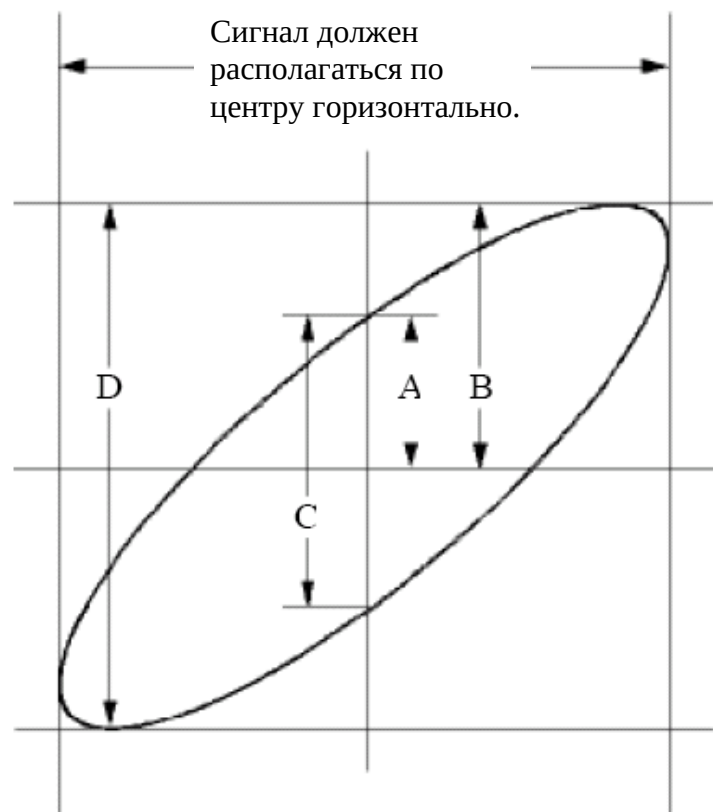

Рисунок 7-6. Фигура Лиссажу
(1) Задайте ослабление 10X в меню и на пробнике (см. «Коэффициент ослабления пробника», стр. 14).
(2) Подключите пробник канала 1 к входу цепи, канала 2 - к выходу.
(3) Нажмите Autoset: оба канала включатся, их сигналы появятся на экране.
- (4) Ручками VOLTS/DIV сделайте амплитуды примерно равными.
- (5) Нажмите Display для открытия меню.
- (6) Кнопкой H3 задайте XY Mode = ON. Входная и выходная характеристики цепи будут показаны фигурой Лиссажу.
- (7) Ручками VOLTS/DIV и VERTICAL POSITION оптимизируйте изображение.
- (8) По эллиптической осциллограмме определите разность фаз (рисунок 7-6).